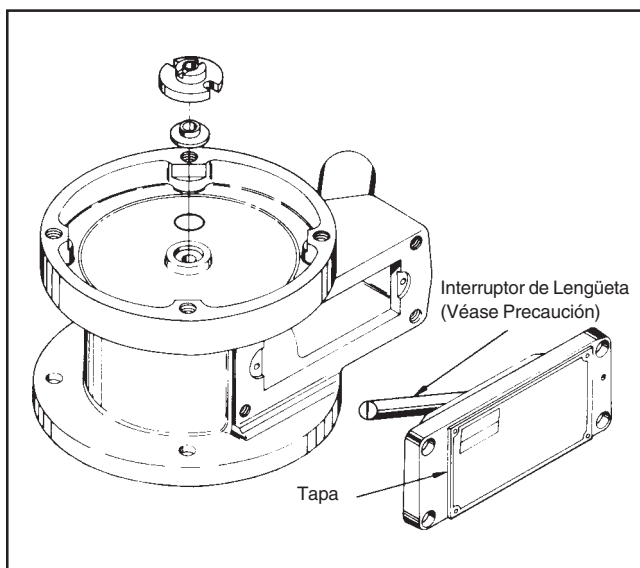

Figura 4
**Se deberá emplear extremo cuidado al sacar la tapa del PEXP a fin de evitar daños al interruptor de lengüeta que está ubicado en el lado interior de la placa de cubierta. Emplee el procedimiento que se detalla a continuación y véase la Figura 4.**
**Se deberá emplear extremo cuidado al sacar la tapa del PEXP a fin de evitar daños al interruptor de lengüeta que está ubicado al interior de la placa de cubierta. Emplee el procedimiento que se detalla a continuación y véase la Figura 4.**